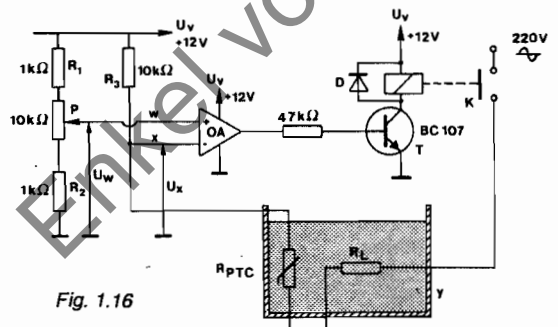

Fig. 1.16
6. Elektronische aan/uit-regeling. Fig. 1.16